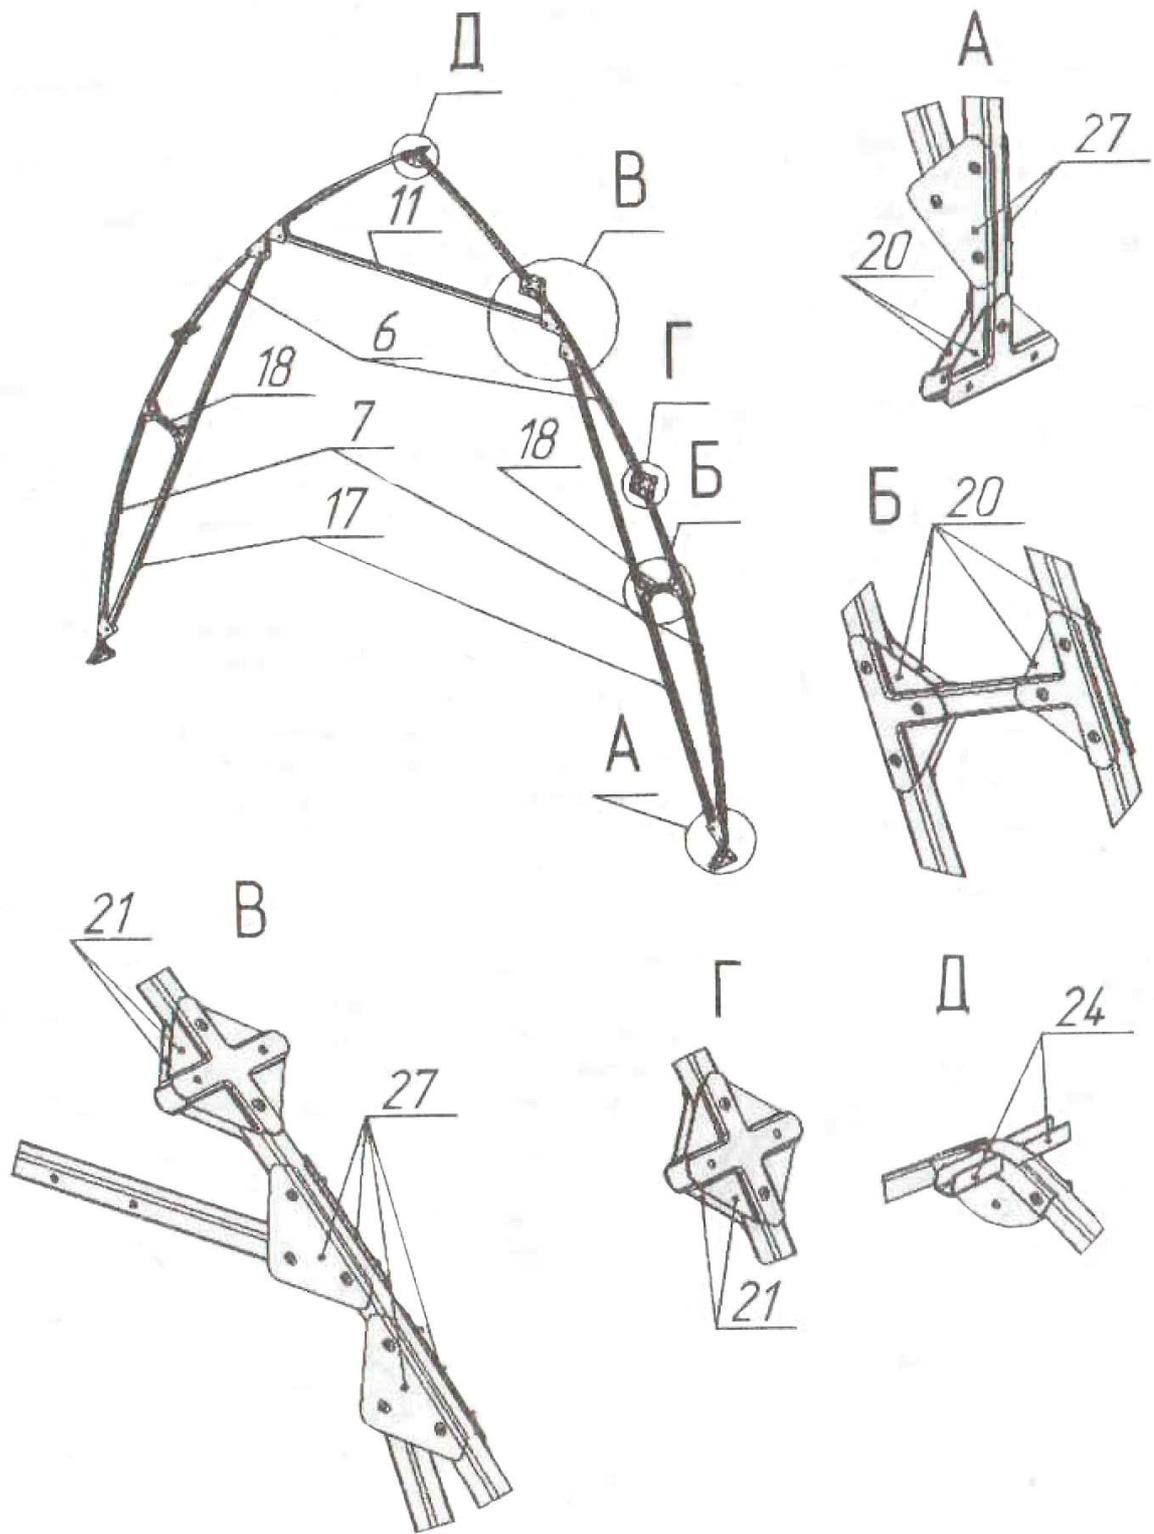

Рис. 2
6.2 Соберите усиленные арки (рис. 2). Количество усиленных арок зависит от длины теплицы: для 4-х метровой 1шт., для 6-ти метровой 2шт., для 8-ми метровой 3 шт. и т.д.